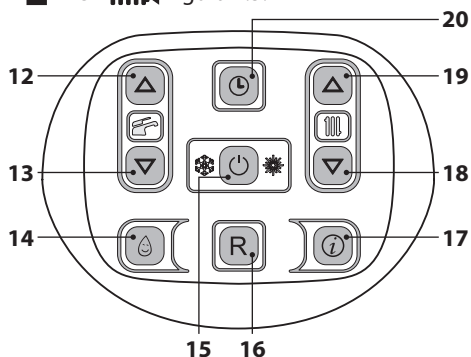

Figura 2.5
Entrare in "modalità programmazione" tenendo premuto per 5 secondi il tasto 20 (Figura 2.5) fino a far apparire sul display il simbolo  $\text{L}$ .
Agendo sui tasti 18 (diminuzione) e 19 (aumento) Figura 2.5 è possibile impostare i valori di ora, giorno e data, agendo sui tasti 12 e 13 è possibile passare da un parametro all'altro. Premendo brevemente il tasto 20 verranno memorizzati i valori impostati e nel display comparirà la scritta **OK** di conferma (Figura 2.3).
- Tenere premuto per 2 secondi il tasto 15 fino a far apparire sul display entrambe i simboli  e  Figura 2.5.